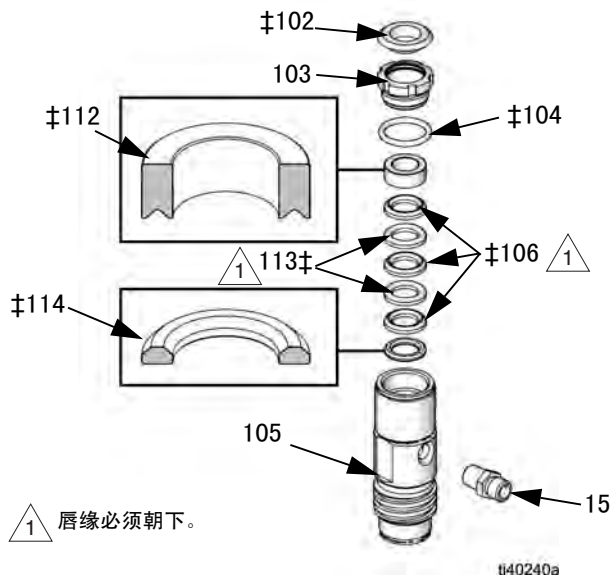

图 9：V 形喉管密封件
V 形密封件型号：图 9
- a. 安装外螺纹压盖 (114)。
- b. 以交替顺序安装 V 形密封件。首先处理蓝色 UHMWPE (106) ，然后是皮革 (113) 。参见图 9。
- c. 安装内螺纹压盖 (112) 。